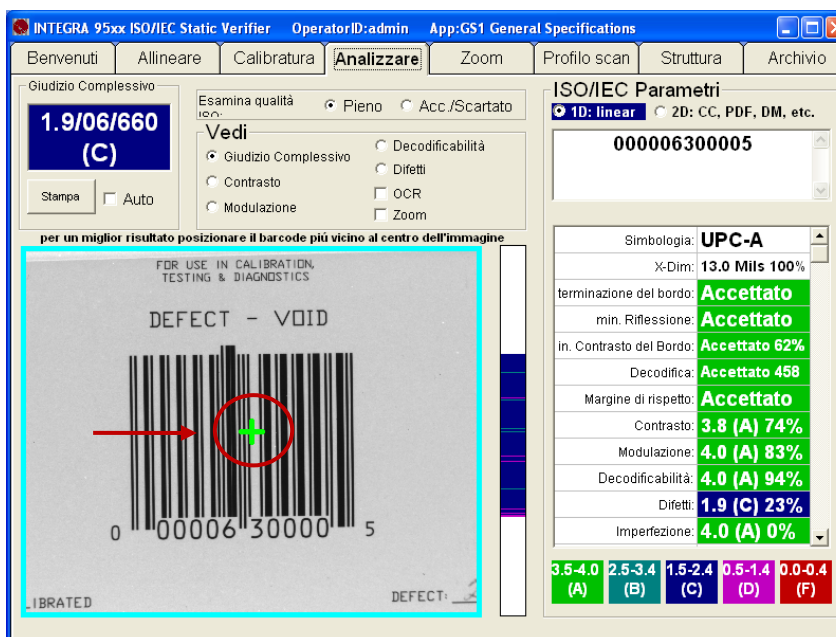

Figura 1: Il segno + in verde appare nel centro del campo visivo.
2. Fare click sulla **Sezione classificazione**; fare attenzione al segno  in verde che compare al centro del campo visivo (v. Figura 1).